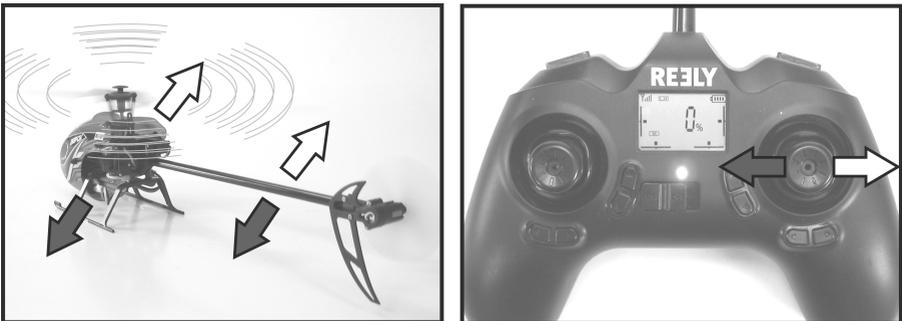

Figure 12
A l'aide de la fonction Roulis, vous pouvez bouger votre hélicoptère latéralement vers la droite et la gauche (voir figure 12). La commande se fait à l'aide du levier de commande de la fonction de Tangage et de Roulis (voir figure 1, pos. 4).
Si le levier est dirigé légèrement vers la gauche, le modèle vole latéralement vers la gauche, vu dans le sens du vol (voir les flèches sombres de la figure 12).
Si vous dirigez vers la droite, le modèle vole latéralement vers la droite, vu dans le sens du vol (voir les flèches claires sur la figure 12).